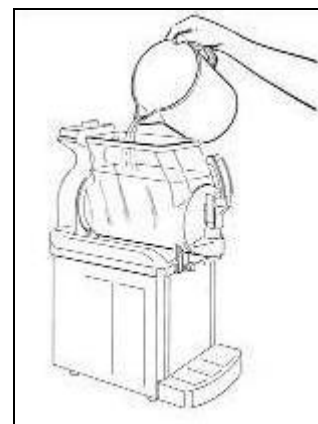

Fig. 11
- Riempire la vasca con acqua tiepida (fig.11) e dopo aver riposizionato il coperchio far funzionare il mescolatore per alcuni minuti.